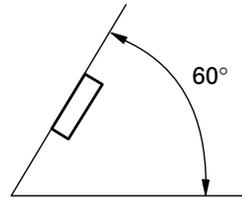

Abb. 3
- Wenn der Einbauwinkel mehr als  $60^\circ$  von der Horizontalen abweicht, kann es sein, daß das Gerät nicht optimal arbeitet. (Abb. 3)